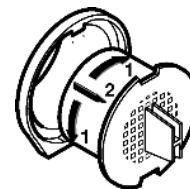

Fig. 23
- ▶ Поверните фильтр с активированным углем на 90° вправо или влево Fig. 23 (1).
- ▶ Извлеките Fig. 23 (2) фильтр с активированным углем.
- ▶ Поверните новый фильтр с активированным углем на 90° вправо или влево Fig. 23 (1) до защелкивания фиксатора.